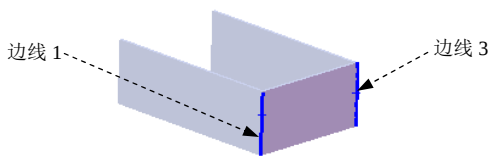

图 7.5.15 定义切口边线
Step3. 定义切口边线。选取图 7.5.15 所示的边线, 在 **切口参数(R)** 区域的  (缝隙距离) 文本框中输入数值 0.5。